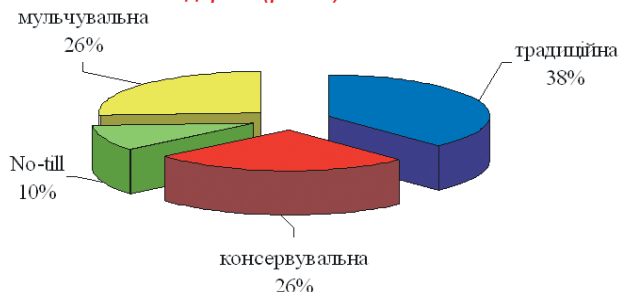

Рис. 6. Співвідношення схем обробітку ґрунту в залежності від технічного забезпечення сільськогосподарських підприємств (за даними Укр НДІПВТ ім. Л. Погорілого)
3) - в залежності від технічного забезпечення господарств (рис. 6)